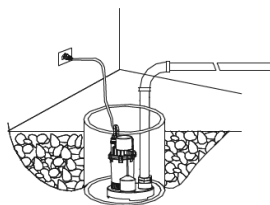

fig. 5
- Branchez la pompe. La pompe est maintenant prête à être utilisée (fig. 5).